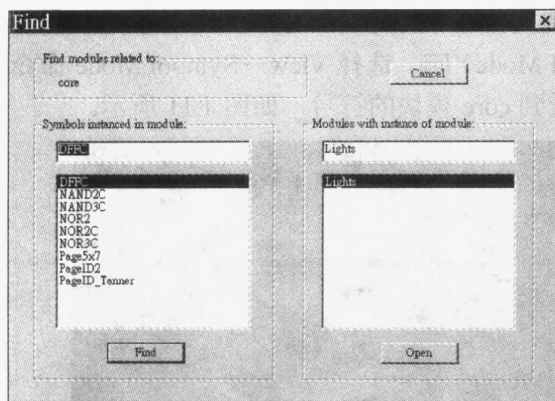

图 1.14 寻找引用到的模块
(7) 寻找引用到的模块: 选择 Module→Find Module 命令, 打开 Find 对话框, 如图 1.14 所示。